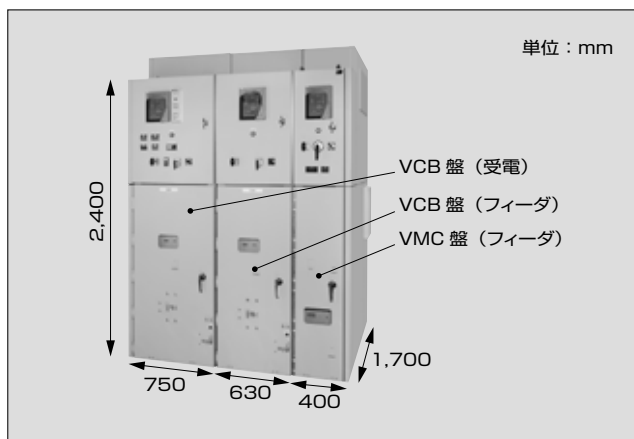
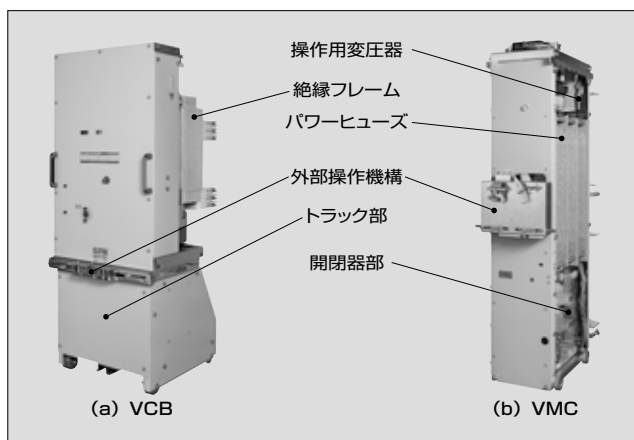

図 1 7.2 kV スイッチギヤ
図 2 スイッチギヤの収納機器（VCBとVMC）
7.2 kV スイッチギヤの外観を図 1 に、主な仕様を表 1 に示す。スイッチギヤには、真空遮断器（VCB：Vacuum Circuit Breaker）と高圧真空電磁接触器（VMC：Vacuum Magnetic Contactor）を収納している。これらの収納機器の外観を図 2 に示す。